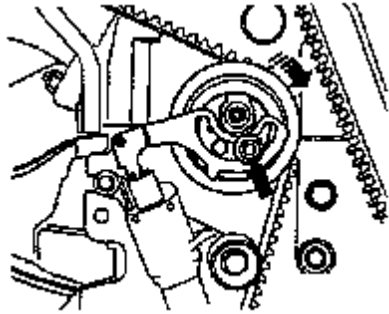

图 4-77 松开齿形皮带张紧装置
(6) 如图 4-77 下侧箭头所示, 用 T45 扳手松开齿形皮带张紧装置, 向下压齿形皮带张紧装置, 从凸轮轴齿形皮带轮上拆下齿形皮带, 拧开 Torx 螺栓, 向前摆动张紧板。